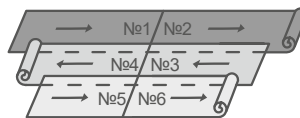
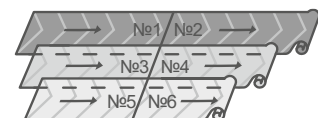

Рисунок 3. Раскатка полотна без совмещения рисунка
Рисунок 4. Раскатка полотна с совмещением рисунка
- 10.6 Для помещений, размеры которого требуют укладки двух и более полотен антистатического линолеума ПВХ следует применять схему раскатки полотна (см. Рисунок 3 и Рисунок 4). Рулоны необходимо раскатывать последовательно в увеличивающемся порядке по номеру партии, серии и номеру рулона.
- 10.7 Рулоны укладываются «реверсивно» для маскирования разницы оттенка с правой и левой стороны рулона (см. Рисунок 3). Рулоны с «деревянным» и иным направленным дизайном укладываются все в одном направлении (см. Рисунок 4).